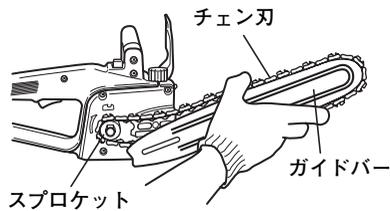

図 25
(1) まず、ガイドバーの先端にチェーン刃をはめこみ、次にチェーン刃をスプロケットに正しくかみ合わせます。(図 25)